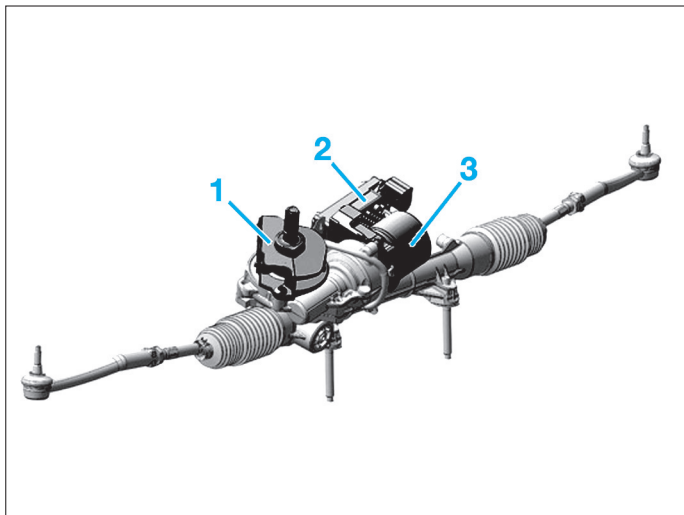

Fig. 1
Le moteur d'assistance (3) (Fig.1) est directement intégré sur la crémaillère. Le calculateur de gestion de direction assistée (2), est implanté au dos du moteur de D.A. Il gère l'assistance en fonction de la vitesse du véhicule et de l'information délivrée par le capteur de couple (1). Enfin, en cas de défaillance du système, le calculateur adopte automatiquement une stratégie de mode dégradé. Il est à noter que le remplacement du calculateur nécessite un télécodage.